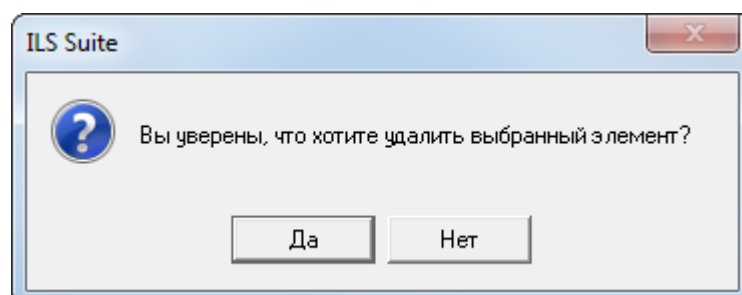

Рис. 25-22 – Диалоговое окно при удалении миссии, коррекции или наработки
- 4) В открывшемся диалоговом окне нажать «Да» для подтверждения действия (рис. 25-22). Для отказа от удаления нажать «Нет».